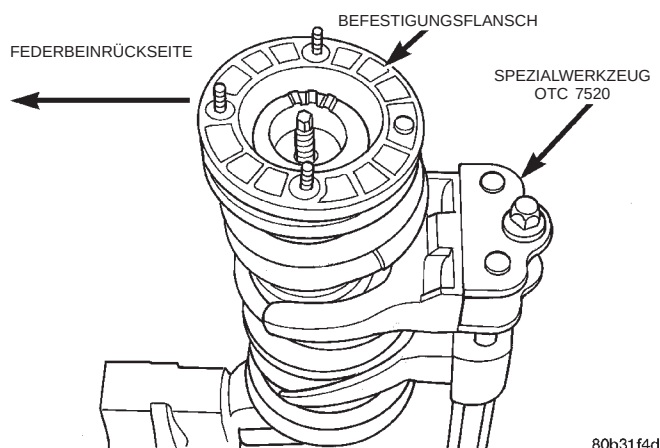

Abb. 43 Einbaulage des Federbeins
(4) Schraubenfeder mit Federspanner zusammen auf den Stoßdämpfer montieren. Die Feder muss formschlüssig in die entsprechenden Vertiefungen des Federtellers greifen. Als weitere Hilfe die beim Ausbau angebrachten Farbmarkierungen miteinander ausrichten.
(5) Oberen Befestigungsflansch auf das Federbein montieren und dabei die Fabrmarkierungen ausrichten. Befestigungsflansch so montieren, dass der mittlere Gewindebolzen mit der Halterung der Verbindungsstange/Stabilisator am Federbein ausgerichtet ist (Abb. 43).